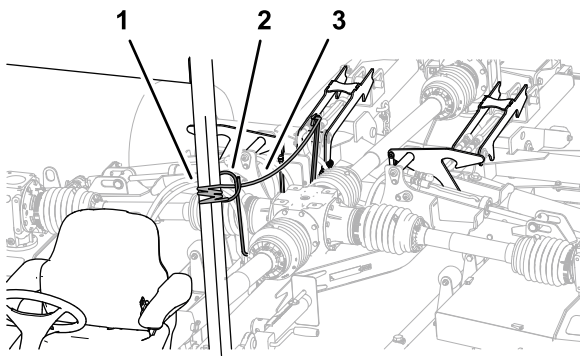

Рисунок 35
5. Потяните и удерживайте трос фиксаторов дек (Рисунок 35).